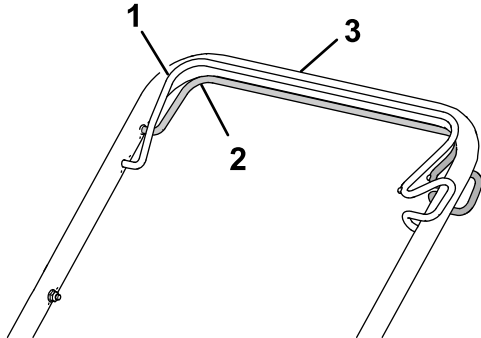

Figure 14
- **Pour engager l'autopropulsion** : amenez le levier de commande d'autopropulsion à la vitesse de déplacement voulue, puis serrez et maintenez la barre d'autopropulsion contre le guidon (Figure 14).